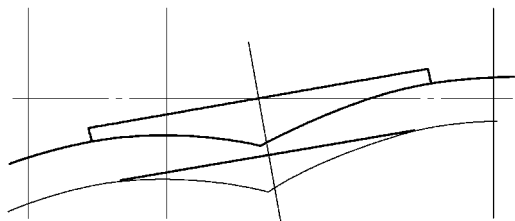

图 11-57 绘制气孔
6) 绘制最大圆相切线并偏移、修剪, 画出中心线, 如图 11-57 所示。